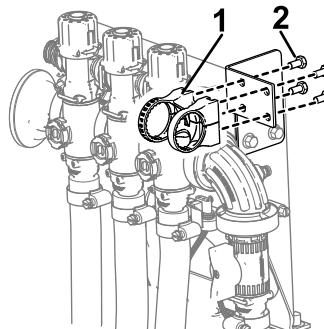

Bild 19
5. Montieren Sie die Ventilbefestigung mit vier Schrauben (M6) an der Ventilhalterung, wie in Bild 19 dargestellt.